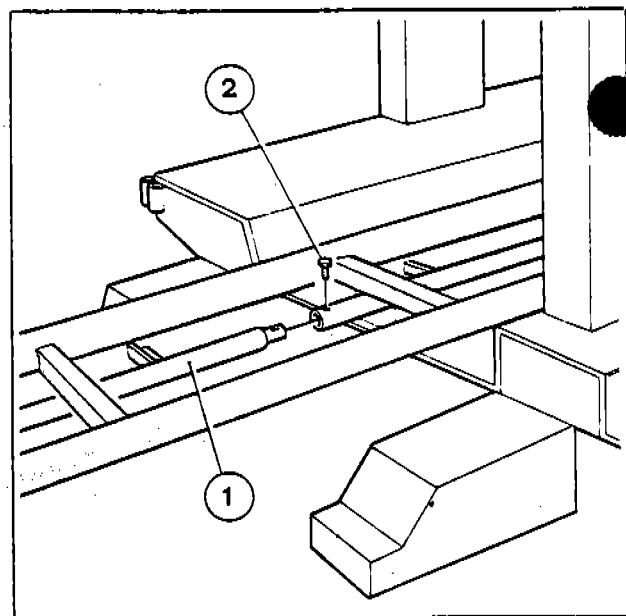

Fig. 25
- a) Controllando la sigla riportata sul supporto conduttura, fisso sul carro (lato anteriore), inserire il settore conduttura/supporto (1-Fig. 25) corrispondente e fissare con viti (2-Fig. 25). Serrare con chiave.